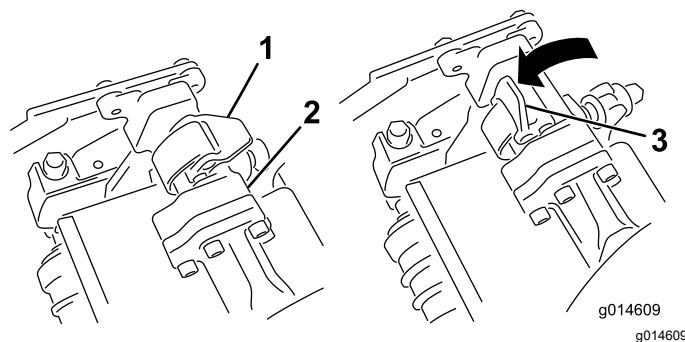
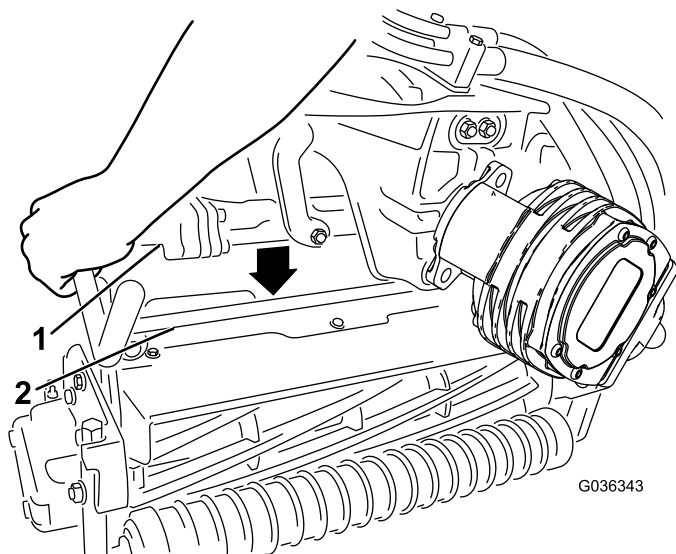

Figura 65
Figura 66
4. Abra os trincos da barra do braço de suspensão (Figura 65) e empurre o braço de suspensão para baixo de forma a que a barra fique sobre ambos os braços inclinados na unidade de corte e certifique-se de que os trincos passam por baixo da barra transversal da unidade de corte (Figura 66).
5. Feche os fechos para baixo e em redor da barra da unidade de corte e bloqueie-os no sítio (Figura 65).
- Abra os fechos na barra do braço de suspensão da unidade de corte que está a remover (Figura 65).